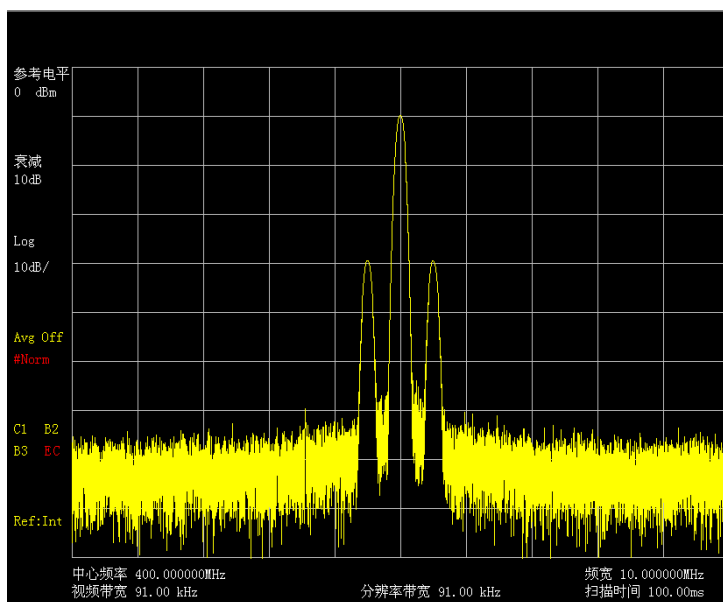

图 3-54 加时间门观测的调幅信号频谱
按【扫描】、[扫描时间 自动 手动]、100[ms]如图 3-54 所示。
- e) 选择信号发生器脉冲调制关，关闭脉冲调制。在频谱分析仪上按【触发】[自由触发]。可以看到时间门下的频谱比非时间门下的频谱更干净一些（参看图3-54）。时间门下的频谱和没有脉冲调制的幅度调制信号频谱相同。两种情况下显示的频谱没有变化。